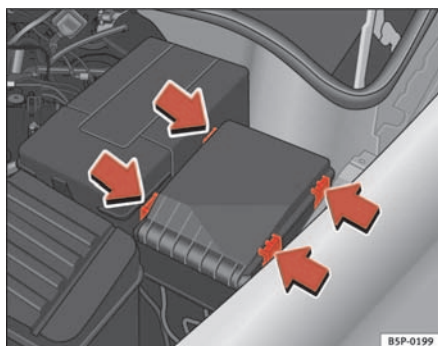

Fig. 179 Tampa da caixa de fusíveis no compartimento do motor
- Desengatar a tampa dos fusíveis do compartimento do motor pelas patilhas, premindo-as na direcção do centro da tampa ⇒ fig. 179.